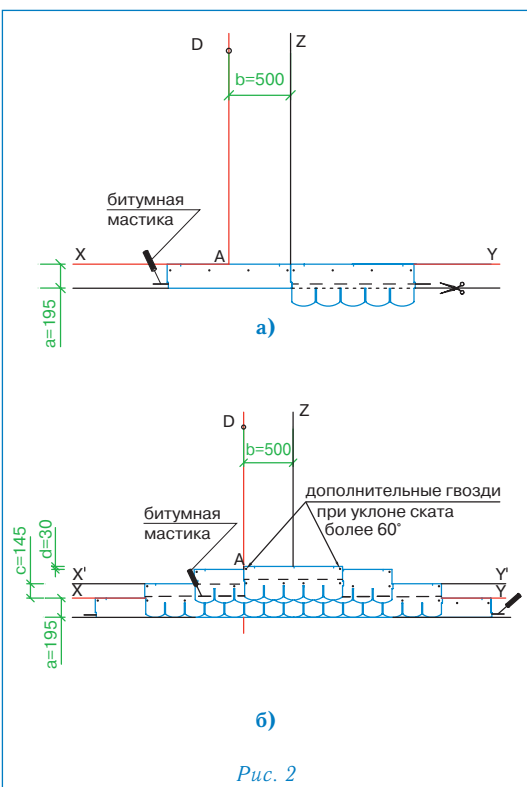

Рис. 2
Укладка материала (рис. 2)
- Начальный ряд формируется из листов черепицы ТРАДИШНЛ ПРАГА обрезанных по линии, образованной конечными точками вырезов. Полученные таким образом полосы шириной 19,5 см укладываются по линии карниза в обе стороны от линии Z (рис. 2а) и фиксируются по нижнему краю битумной мастикой, а по верхней кромке 4 гвоздями (ось гвоздей на 5 см ниже верхнего края полосы);
- далее первый ряд черепицы укладывается от линии AD (рис. 2б);
- второй ряд укладывается от линии Z (со смещением 50 см от AD) (рис. 2б);
Каждый лист черепицы ТРАДИШНЛ ПРАГА крепится 4 гвоздями (ось гвоздей на линии битумных клеевых полос) таким образом, чтобы гвоздь прошивал и верхний край низлежащего листа черепицы (рис. 2б). При укладке черепицы на скатах при уклоне